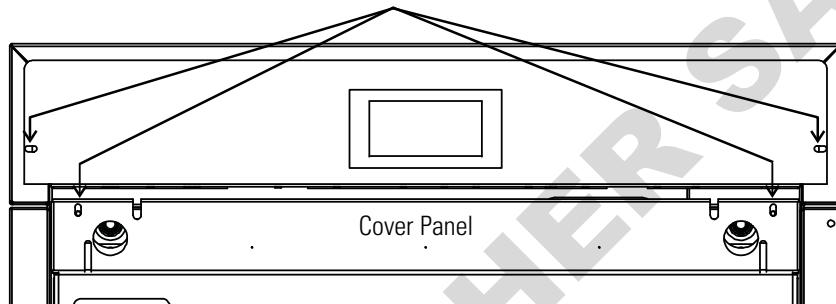

Figura 7-4. Screw Locations
2. Aspire la porta dell'armadio esterna e rimuovere le quattro viti indicate in Figura 7-4.
6. Quando il cablaggio è completato, far scorrere il cassetto dell'elettronica nel, molto attenti a posizione il cavo del riscaldatore porta sul retro nella fessura in modo che il cassetto non schiacci il cavo (Figura 7-4).